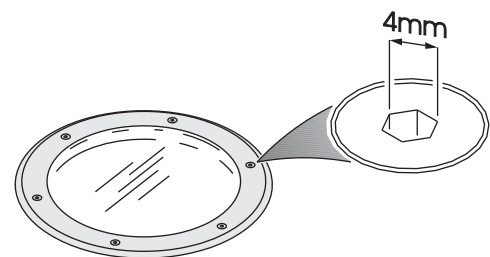

Bild 9: Gerätetausch, Schrauben des Abschlussrings des Inground 200
3. Siehe Bild 9. Entfernen Sie die sechs Schrauben des Inground 200 Abschlussrings. Bewahren Sie die Schrauben auf, wenn Sie den Abschlussring weiter verwenden.
- die sechs M6 x 25 Schrauben des Abschlussrings (siehe Bild 9 auf Seite 14),